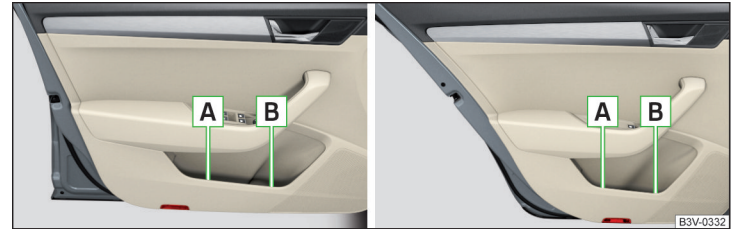

Abb. 105 Ablagefächer: in der vorderen Tür / in der hinteren Tür
**Ablagefächer** » Abb. 105
Das Ablagefach [A] » Abb. 105 in der vorderen Tür ist ausschließlich zum Ablegen von Gegenständen zu verwenden, die nicht herausragen - es besteht die Gefahr der Einschränkung des Wirkungsbereichs der Seitenairbags.